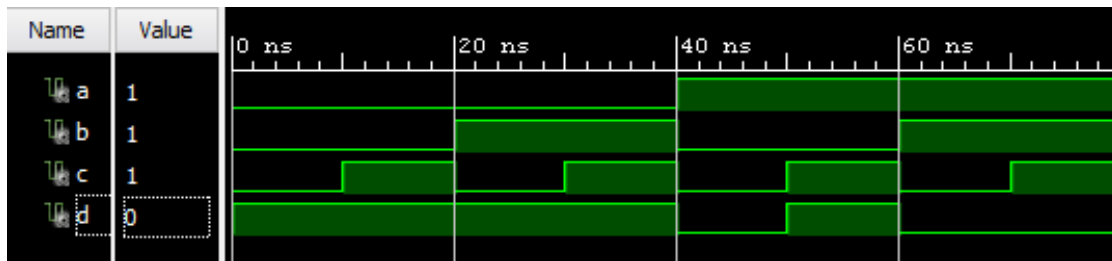

Figura 2. Resultado em formas de onda da simulação do circuito combinacional do exercício 1.
b) Os sinais de saída da simulação comportamental estão representados na Figura 2. Analisando as entradas e as saídas obtidas na simulação é possível visualizar que o circuito funciona corretamente para os 8 possíveis combinações de sinais de entrada.